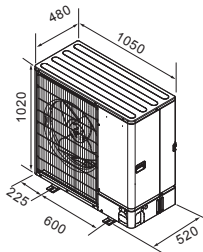

Fig. 2-3
2.3. Välismõõtmed (välisseade) (Fig. 2-3)